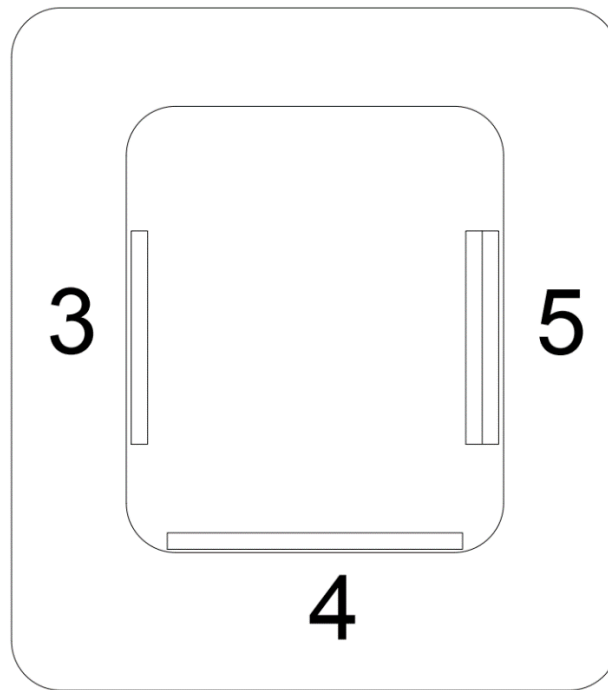

Рис. 5. Задняя панель НТИ-7000А
- Силовые выводы 3 и 4, для подключения АВ находятся с обратной нагрузочного блока НТИ-7000А (рис.5)